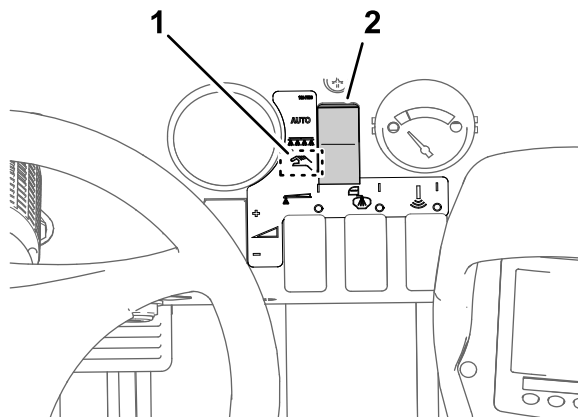

Figura 43
2. Impostate il pulsante della modalità di irrorazione sulla modalità manuale (Figura 43).